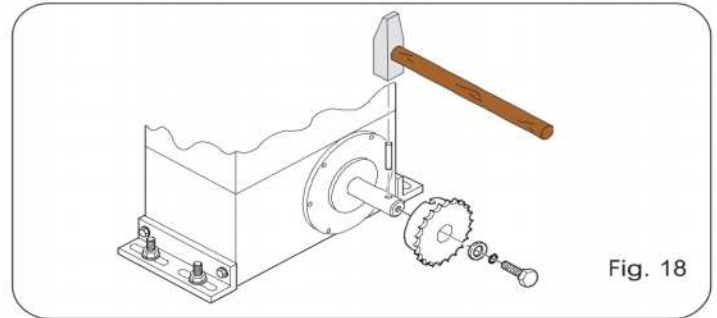

Fig. 18
- Introduzca la clavija elástica en el eje utilizando un martillo (Fig. 18).
- Aplique el piñón de cadena en el eje de modo que coincidan los alojamientos del piñón sobre la clavija elástica y apriete el tornillo con las correspondientes arandelas (Fig. 18).